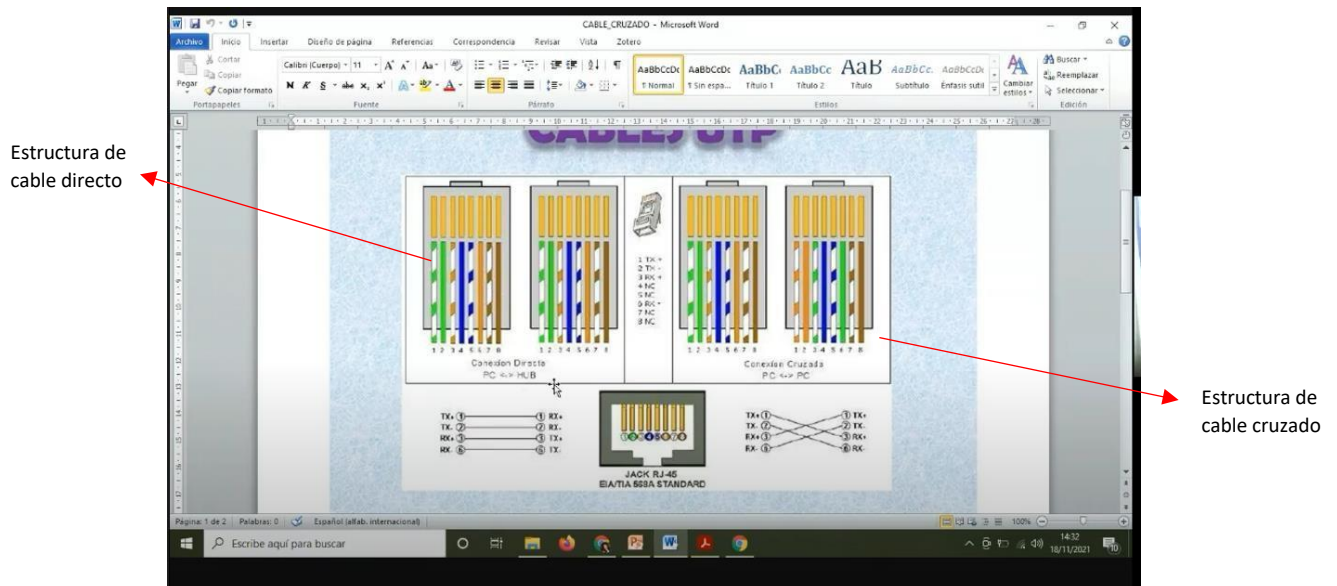

Imagen 1. Estructura de cable UTP
5.1. Nuestro Docente mediante la computadora nos compartió su pantalla y nos hizo identificar los estándares para los cables UTP, en el cual nos explico la diferencia entre un cable de tipo directo y cable de tipo cruzado, explico también el funcionamiento de cada uno de estos dos tipos **Imagen 1**.